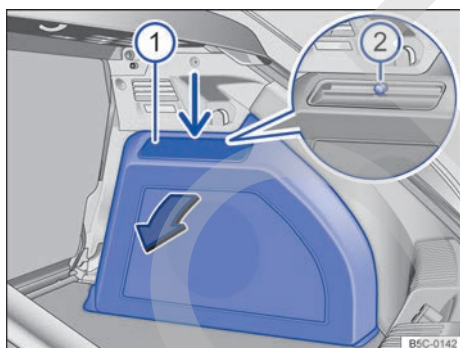

Fig. 189 Lado derecho del maletero: desmontar el subwoofer.
3.	Desprenda la tapa → fig. 189 ① del encastre superior (flecha pequeña) haciendo palanca con un objeto plano adecuado. A continuación retire la tapa.
4.	Desenrosque el tornillo ② (imagen ampliada) y extraiga el subwoofer en el sentido de la flecha.
7.	Vuelva a enroscar el tornillo ② (imagen ampliada).
8.	Coloque la tapa en la zona inferior y encájela en los encastres superiores ①.